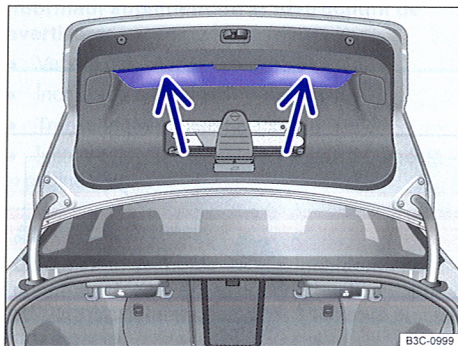

Fig. 35 Capota deschisă al portbagajului: mâner pentru apăsarea la închidere.
- Introduceți mâna într-unul dintre mânerele din capitonajul capotei portbagajului ⇒ fig. 35 (săgeată).